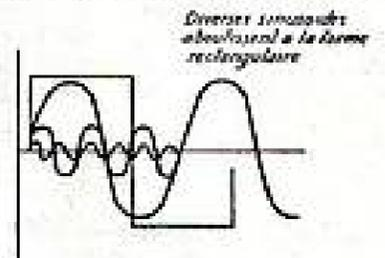
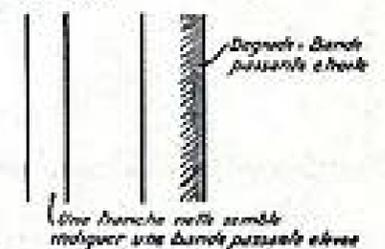

FIG. 5
FIG. 6
On sait qu'un signal rectangulaire résulte de plusieurs sinusoïdes de différentes fréquences qui présentent, entre elles, certains déphasages bien précis (fig. 5). On part alors du point de vue que le signal se rapprochera d'autant plus de la forme rectangulaire qu'il sera plus riche en harmoniques de rang élevé. Une trace bien nette fera donc conclure à une bande passante bien large (fig. 6). Si cette observation des barres verticales permet, à la rigueur, de condamner un téléviseur, simple constatation ne suffira pas. Il faudra, encore être en mesure d'y remédier ; or, là, la mire électronique sera totalement dépourvue d'intérêt. Seul le wobblateur pourra être considéré comme satisfaisant, comme nous l'avons dit lors de l'étude de notre wobbloscope (1).